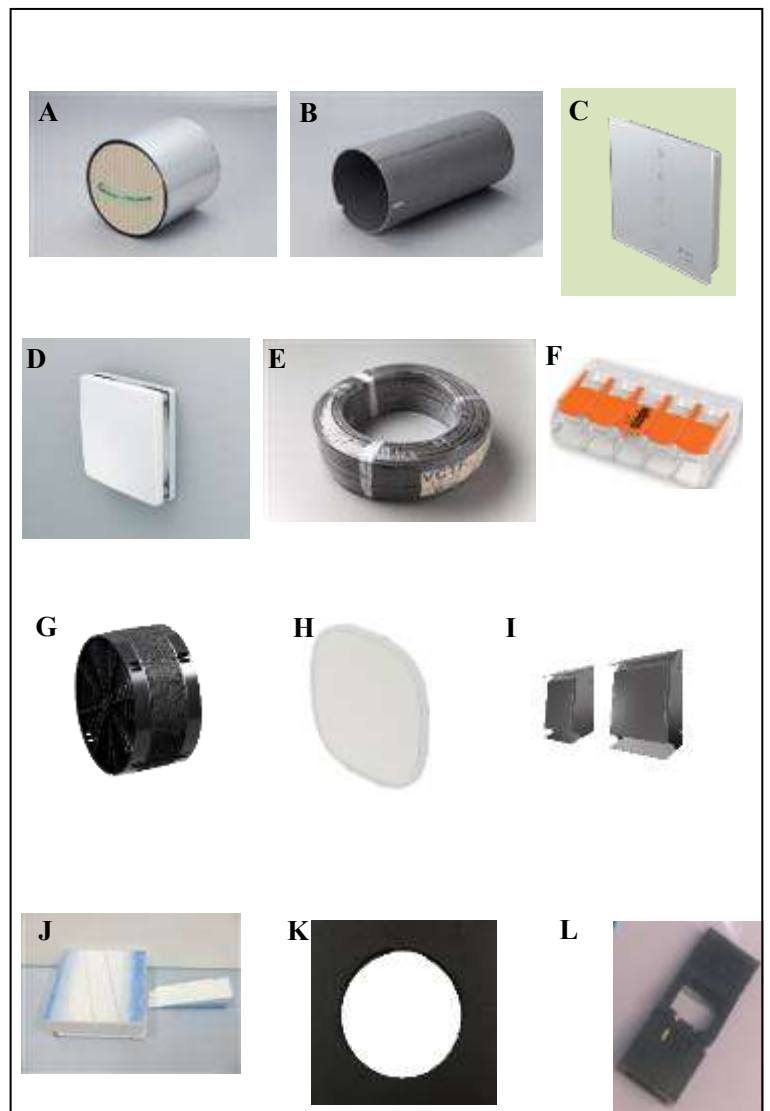

図 3-1
納品後に、必ず下図（図 3-1）の部品をご確認ください。
- g. スリーブがぐらつくようなら、本体固定用 EPS クサビ(P.3 図 3-1 の K)を挿入し固定します。
- g. P.4 図 3-1 K の本体固定用の EPS クサビで対角の 4 か所にスリーブを仮固定します。